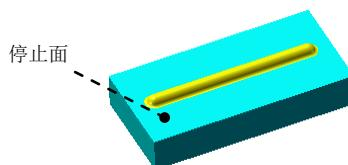

图 14.3.9 成形工具 2
Step7. 创建图 14.3.9 所示的零件特征——成形工具 2。
(1) 选择命令。选择下拉菜单 **插入(I)** → **钣金(O)** → **成形工具** 命令。
(2) 定义成形工具属性。激活“成形工具”对话框的 **停止面** 区域，选取图 14.3.9 所示的模型表面为成形工具的停止面。